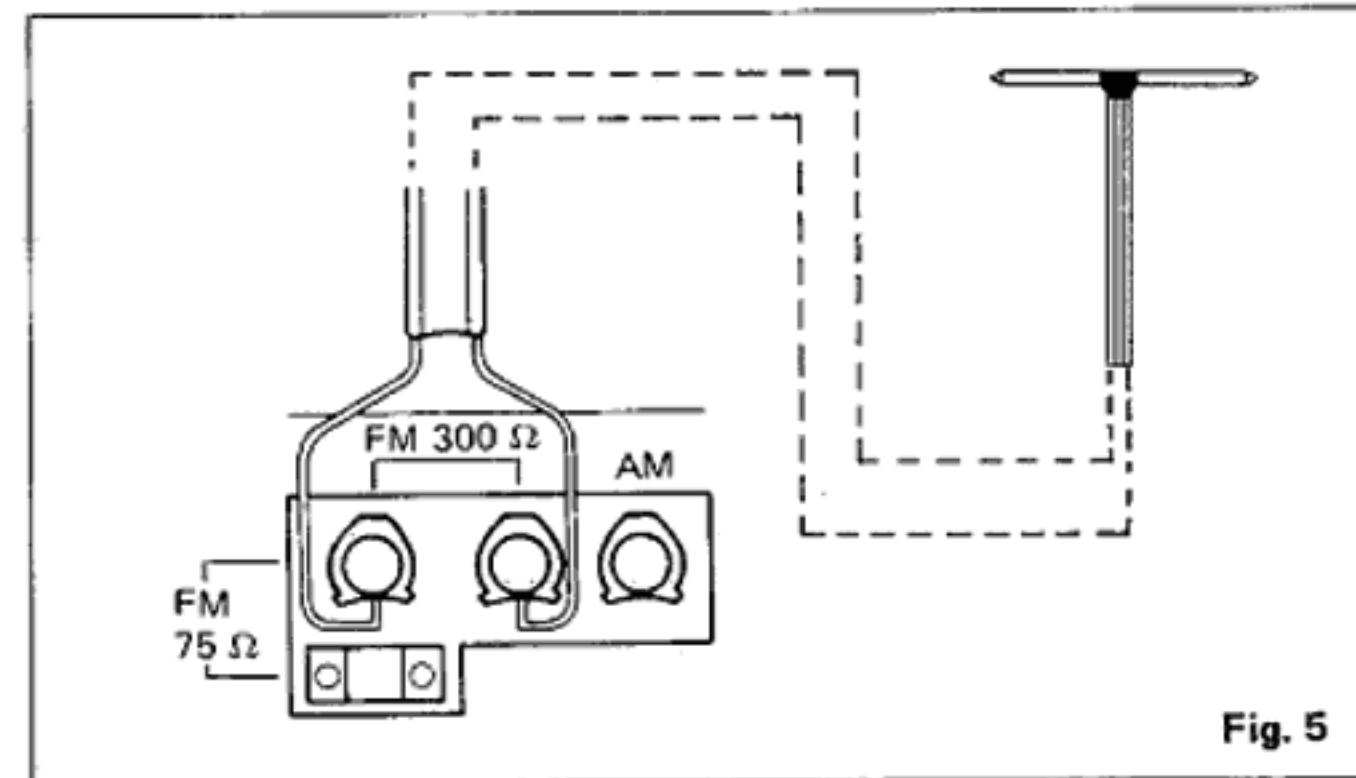

Fig. 5
• Feeder antenna (Fig. 5)
• Antenne à feeder (Fig. 5)